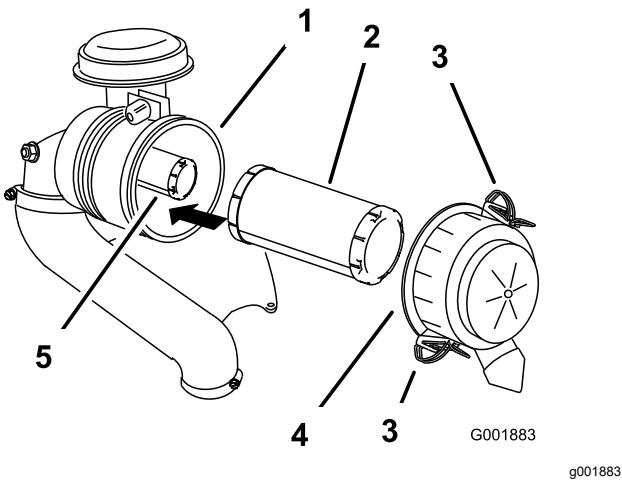

Figura 41
3. Eliberați elementele de fixare ale filtrului de aer și îndepărtați capacul filtrului de aer (Figura 41).
- 5. Glisai uor filtrul primar din corpul filtrului de aer (Figura 41).
2. Dacă înlocuiești filtrul interior, glisați-l cu atenie în corpul filtrului (Figura 41).
3. Glisați cu atenie filtrul primar peste filtrul de siguranță (Figura 41).
4. Montați capacul filtrului de aer și fixați-l cu elementele de fixare (Figura 41).